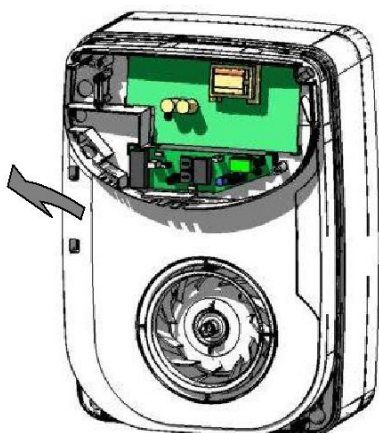
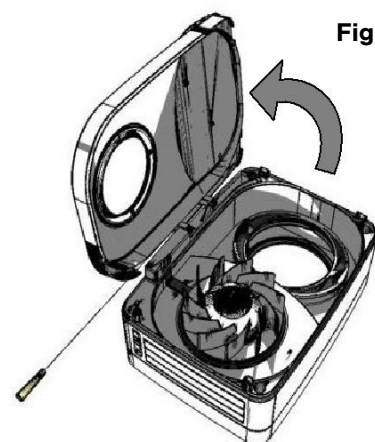

Fig.23
Fig.24
2. Soulevez à l'endroit indiqué pour fixer les charnières (Fig. 23) et ouvrez la porte (Fig. 24).